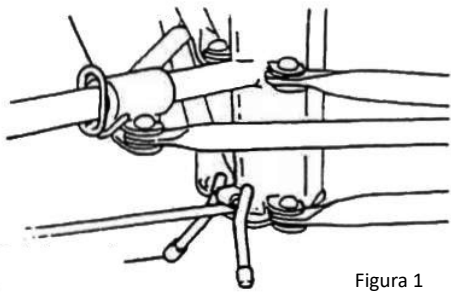

Figura 1
- Premere sull'anello del giogo della slitta. Tenere premuto l'anello mentre si fanno oscillare le due gambe anteriori fino a quando l'anello della forcella non scatta nel foro di bloccaggio sul fondo del tubo della slitta. (Vedere Figura 1)